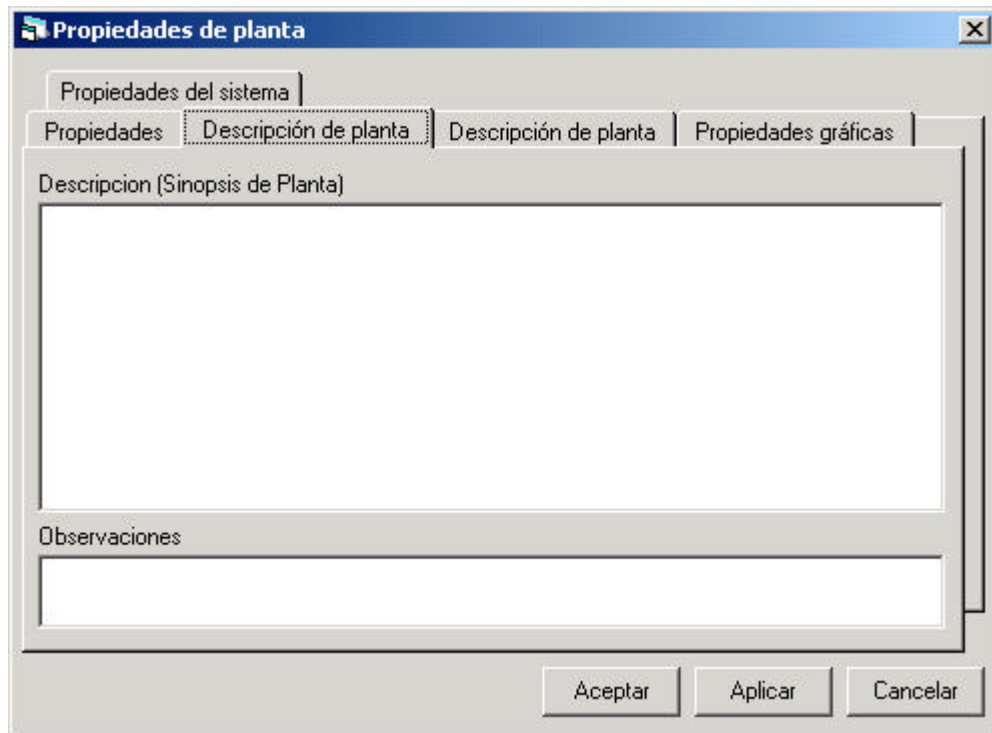

Figura 10.- Ventana Propiedades de planta (pestaña de Descripción de planta).
- **Descripción de planta** (figura 10).